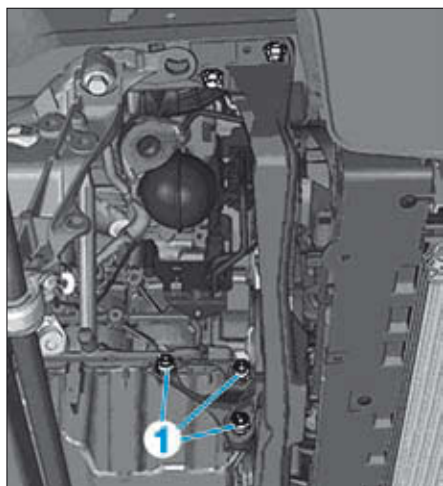

FIG. 3
- Déposer les vis (1) du support inférieur (Fig.3).